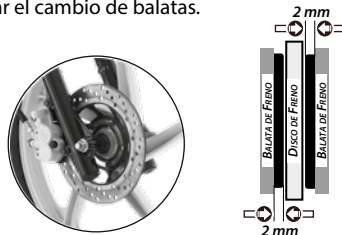

Imagen 19. Desgaste de freno delantero.
2. Revisar el nivel de desgaste de las balatas del freno delantero (ver imagen 19).